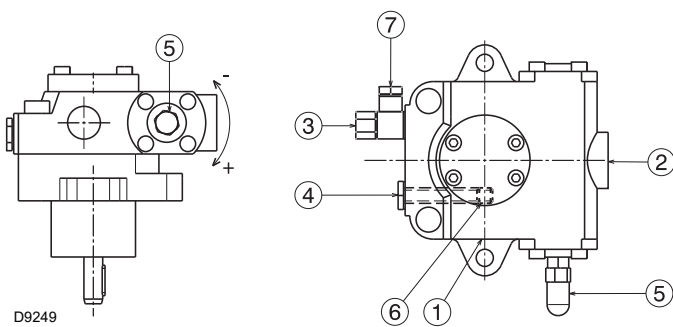

Рис. 25
Труби під'єднуються до пальника, коли з'єднувальний елемент зафіксовано гвинтом 6) (Рис. 25).
- Щоб насос міг самостійно всмоктувати паливо (Рис. 25), обов'язково ослабте гвинт 4 насоса, щоб випустити повітря у всмоктувальному трубопроводі.
Умовні позначки (Рис. 25)
Робота в вищезазначеному режимі можлива завдяки тому, що насос постачається з заводу вже з паливом. Якщо насос був спорожнений, перед запуском залийте в нього паливо через отвір на вакуумметрі 4) (Рис. 25); інакше насос буде заблоковано.